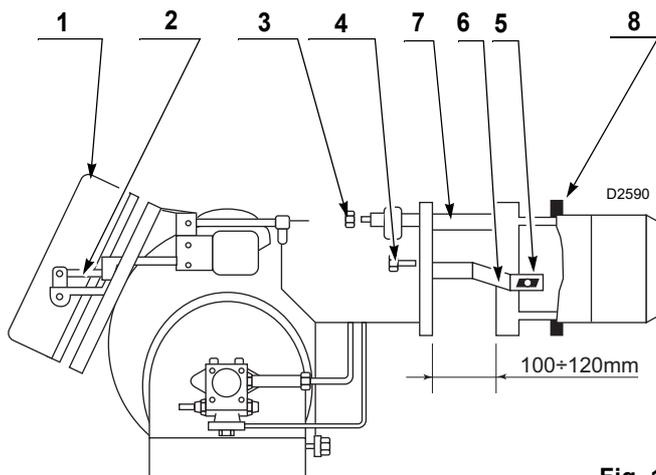

Fig. 10
- Togliere il coperchio 1)(Fig. 10), la copiglia e il perno 2), i dadi 3) e le viti 4).